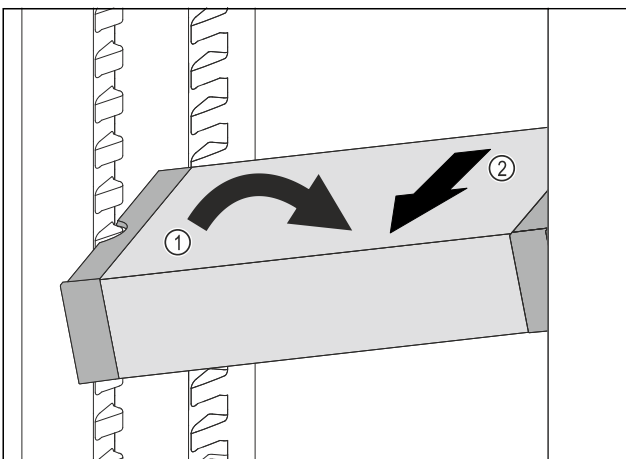

Fig. 94
► Встановити VarioSafe під кутом в охолоджувальному відділенні. Fig. 94 (1)
► Витягнути VarioSafe вперед. Fig. 94 (2)